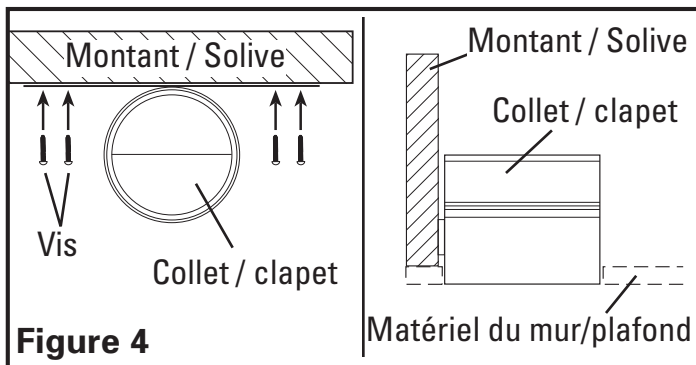

Figure 4
- Installez le collet / clapet dans l'emplacement choisi en fixant les vis à bois de 25,40 mm incluses, dans la courroie de montage. La hauteur de l'installation est déterminée par l'épaisseur finale du matériel du mur ou du plafond. Assurez-vous que le bord du collet / clapet soit au même niveau que le matériel du mur ou du plafond final (**Figure 4**).
- Placez le collet / clapet dans l'ouverture découpée de sorte qu'il soit à effleurement du plafond final et fixez-le à la solive / au montant en insérant les vis à bois de 25,40 mm incluses, au travers de la courroie de montage (Figure 4).